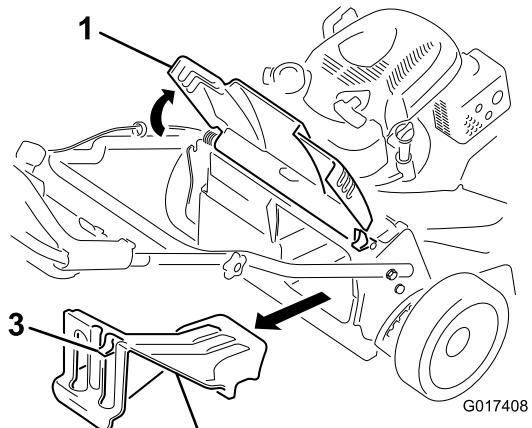

Рисунок 25
2. Снимите заднюю выпускную заглушку, нажав вниз на защелку большим пальцем и вытянув заглушку из машины (Рисунок 25).
1. Поднимите и удерживайте заднюю крышку (Рисунок 25).